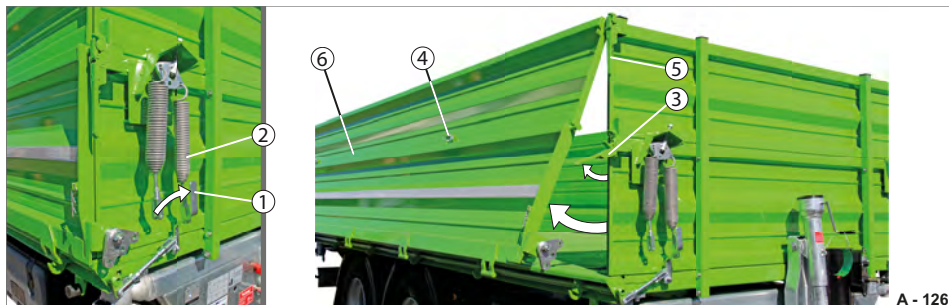

Abb. 132 Grundbordwand mit abgeklappten Bordwandaufsatz pendelnd
Die Verschlüsse des Bordwandaufsatzes (Abb. 132/5) müssen geschlossen bleiben!
Die Scharniere (Abb. 132/4) müssen gesichert sein!
- ▶ Entriegeln Sie die Zentralverriegelung (Abb. 132/1).
- ▶ Entriegeln Sie die Verschlüsse (Abb. 132/3) der Grundbordwand.
- ▶ Verriegeln Sie die Grundbordwand mit der Zentralverriegelung (Abb. 132/1).
- ▶ Verriegeln Sie die Verschlüsse der Grundbordwand (Abb. 132/3).